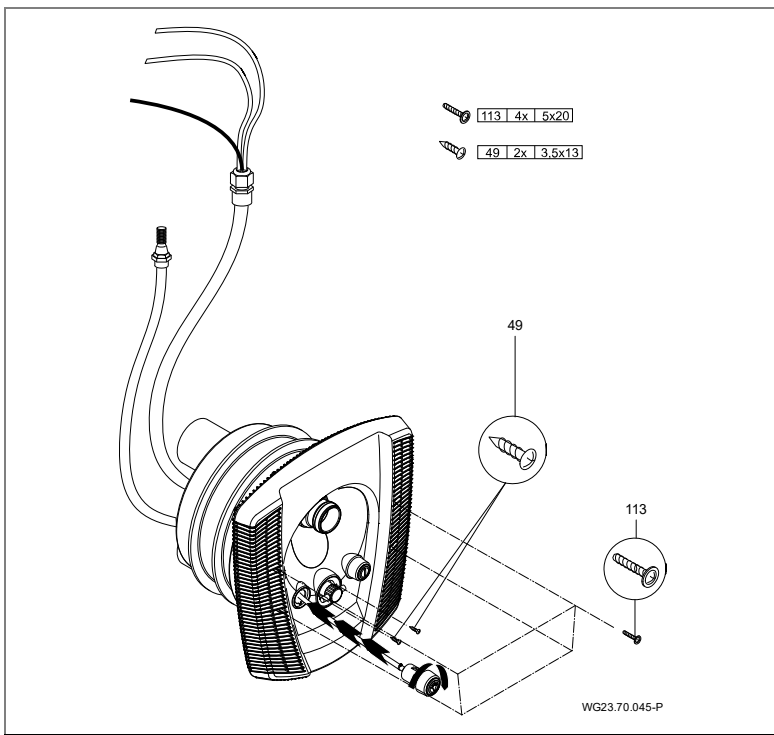

Abb. 18
7. Blende (93) mit den vier Schrauben (103) am Düsengehäuse (102.1) befestigen. Beide Pneumatiktaster durch die Blende in das Düsengehäuse (102.1) stecken und durch Drehen im Uhrzeigersinn verriegeln. (Abb. 18)